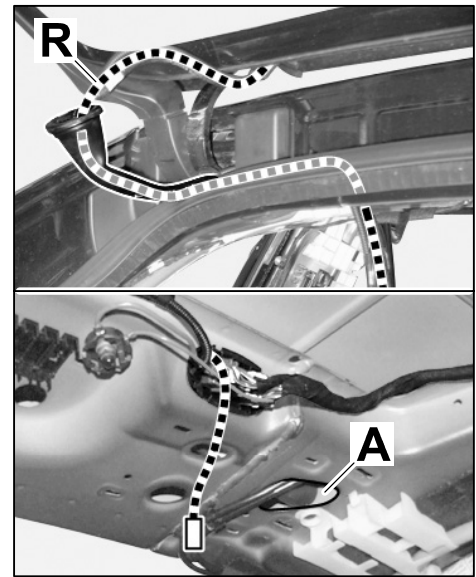

Bild 13
- 4.7 Antennenleitung ⇒ **Bild 13 -R-** von Heckspoiler bis zur Trennstelle Innenraum rechts verlegen und Gummitülle ⇒ **Bild 13 -A-** in Dach montieren. ⇒ *Reparaturleitfaden '912855 Antennenleitungen ersetzen'*